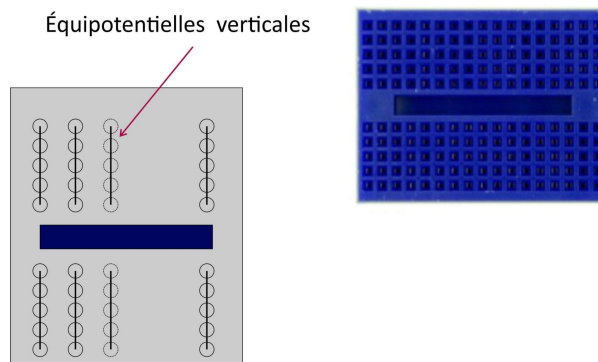

Figure 2: La plaque d'essais miniature
- mini plaque d'essais (Figure2).